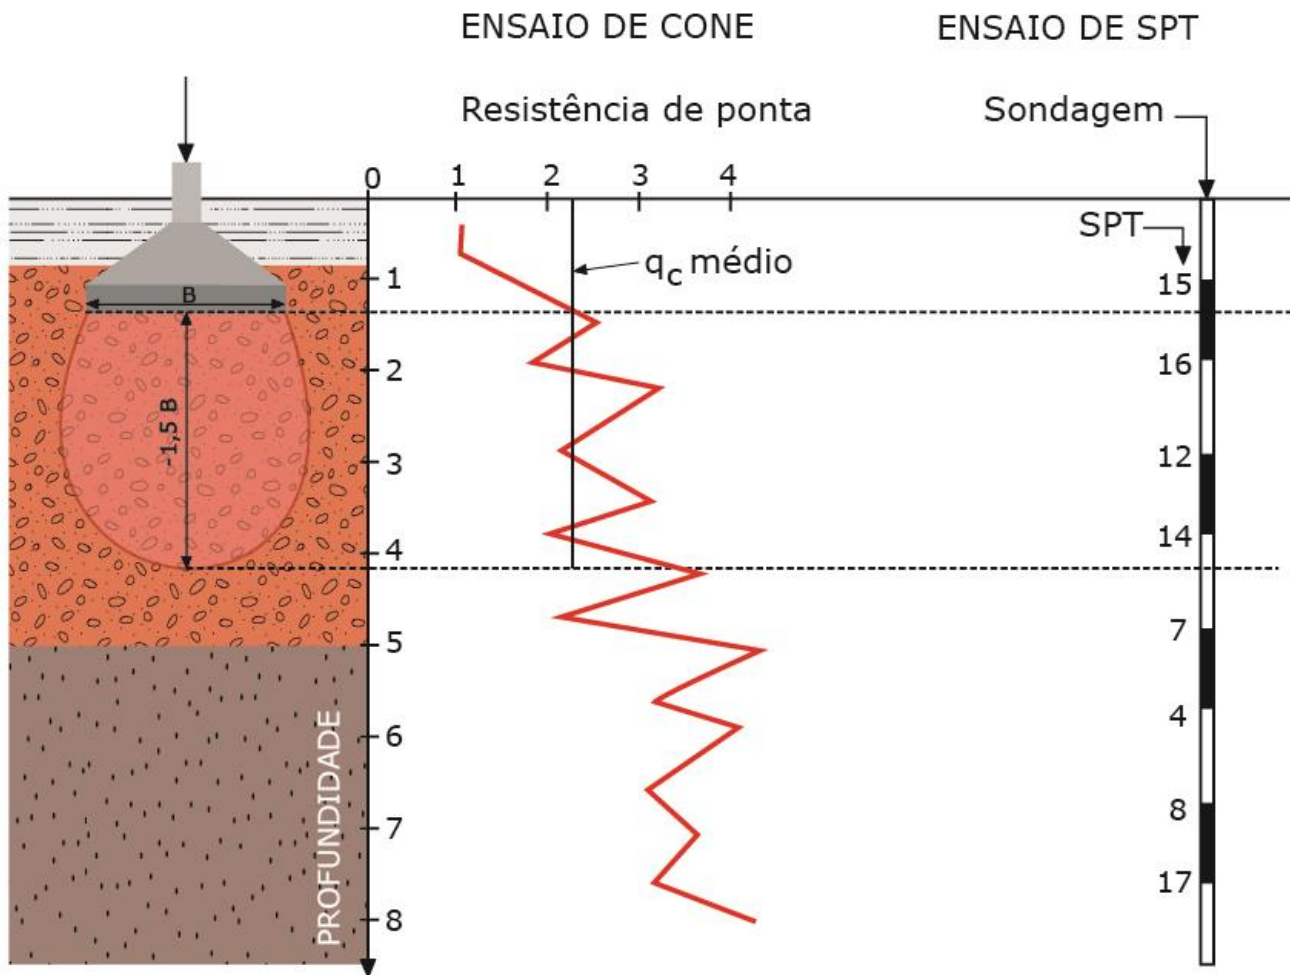

Figura 34: Dados de sondagem de um solo de uma fundação *versus* bulbo de pressão atuante
Perceba que o bulbo de tensões vai definir inclusive a região limite até onde vamos estudar a resistência do solo para fundações superficiais. Veja o exemplo da Figura 34. Como disse, considera-se o bulbo de tensões para acréscimos de até 10% de carga aplicada pela fundação. Assim, quando formos analisar a resistência/módulo de elasticidade do solo para uma **sapata** como na Figura 34, consideraremos as cargas até a **profundidade** que resulte no **bulbo de 10%**, o que para sapatas corresponde a 1,5 a 2 vezes a sua largura (B), ou seja, **1,5 a 2 vezes B**.